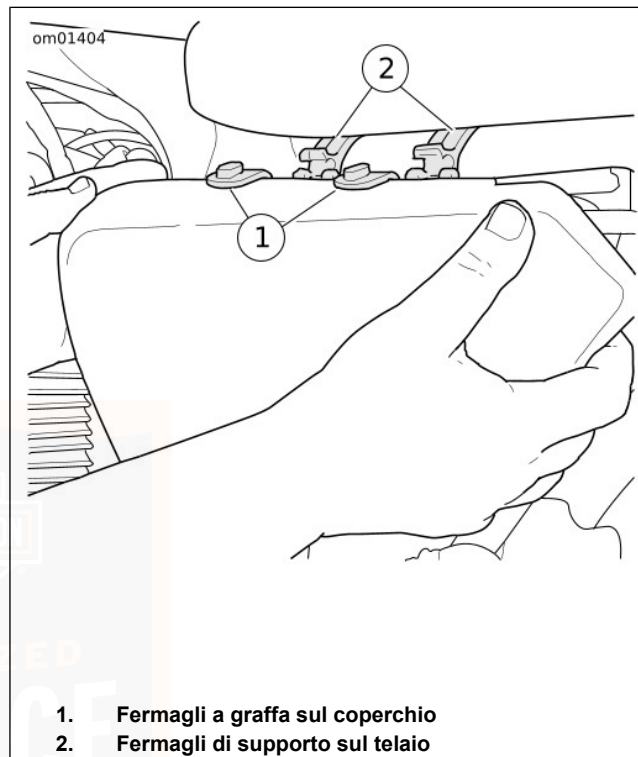

Figura 67. Coperchio di sinistra
1. Vedere Figura 67. Afferrare gli angoli superiori del coperchio di sinistra e tirarli delicatamente per staccarli dal telaio. Per facilitare l'apertura, sganciare prima il fermo anteriore.